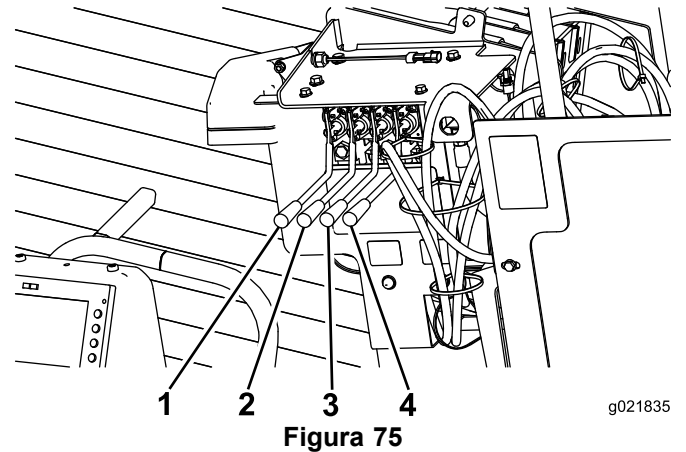

Figura 75
11. Mueva las 2 palancas de la estaca derecha hacia dentro para bajar y girar la estaca de barrena derecha hasta el fondo (Figura 75).